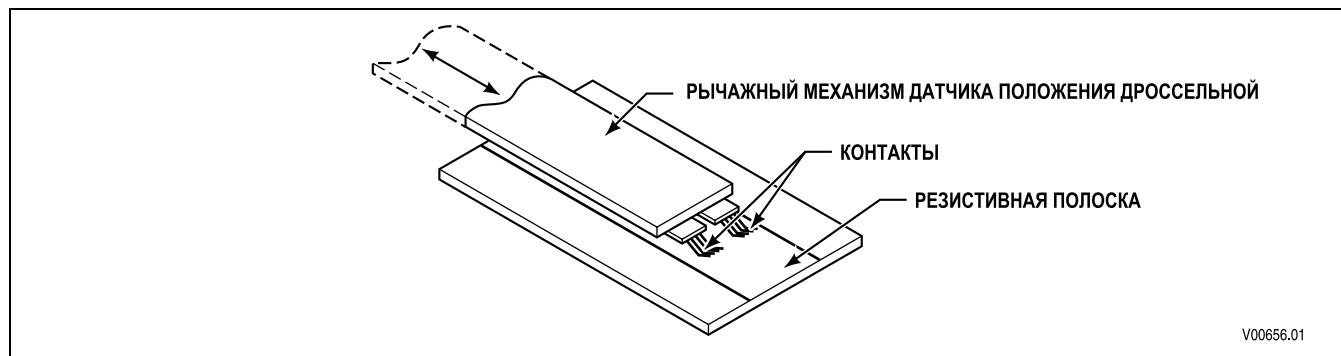

Рис. F-1. Преобразование положения дроссельной заслонки в электрическое напряжение
А. Описание принципа работы (рис. F-1)
1. Для передачи в TCM данных о положении дроссельной заслонки датчик положения дроссельной заслонки преобразует механическое движение в электрические сигналы, обрабатываемые TCM. Для этого внутри датчика имеются контакты, которые перемещаются вдоль резистивной полоски, при этом напряжение зависит от их положения (см. рис. F-1).